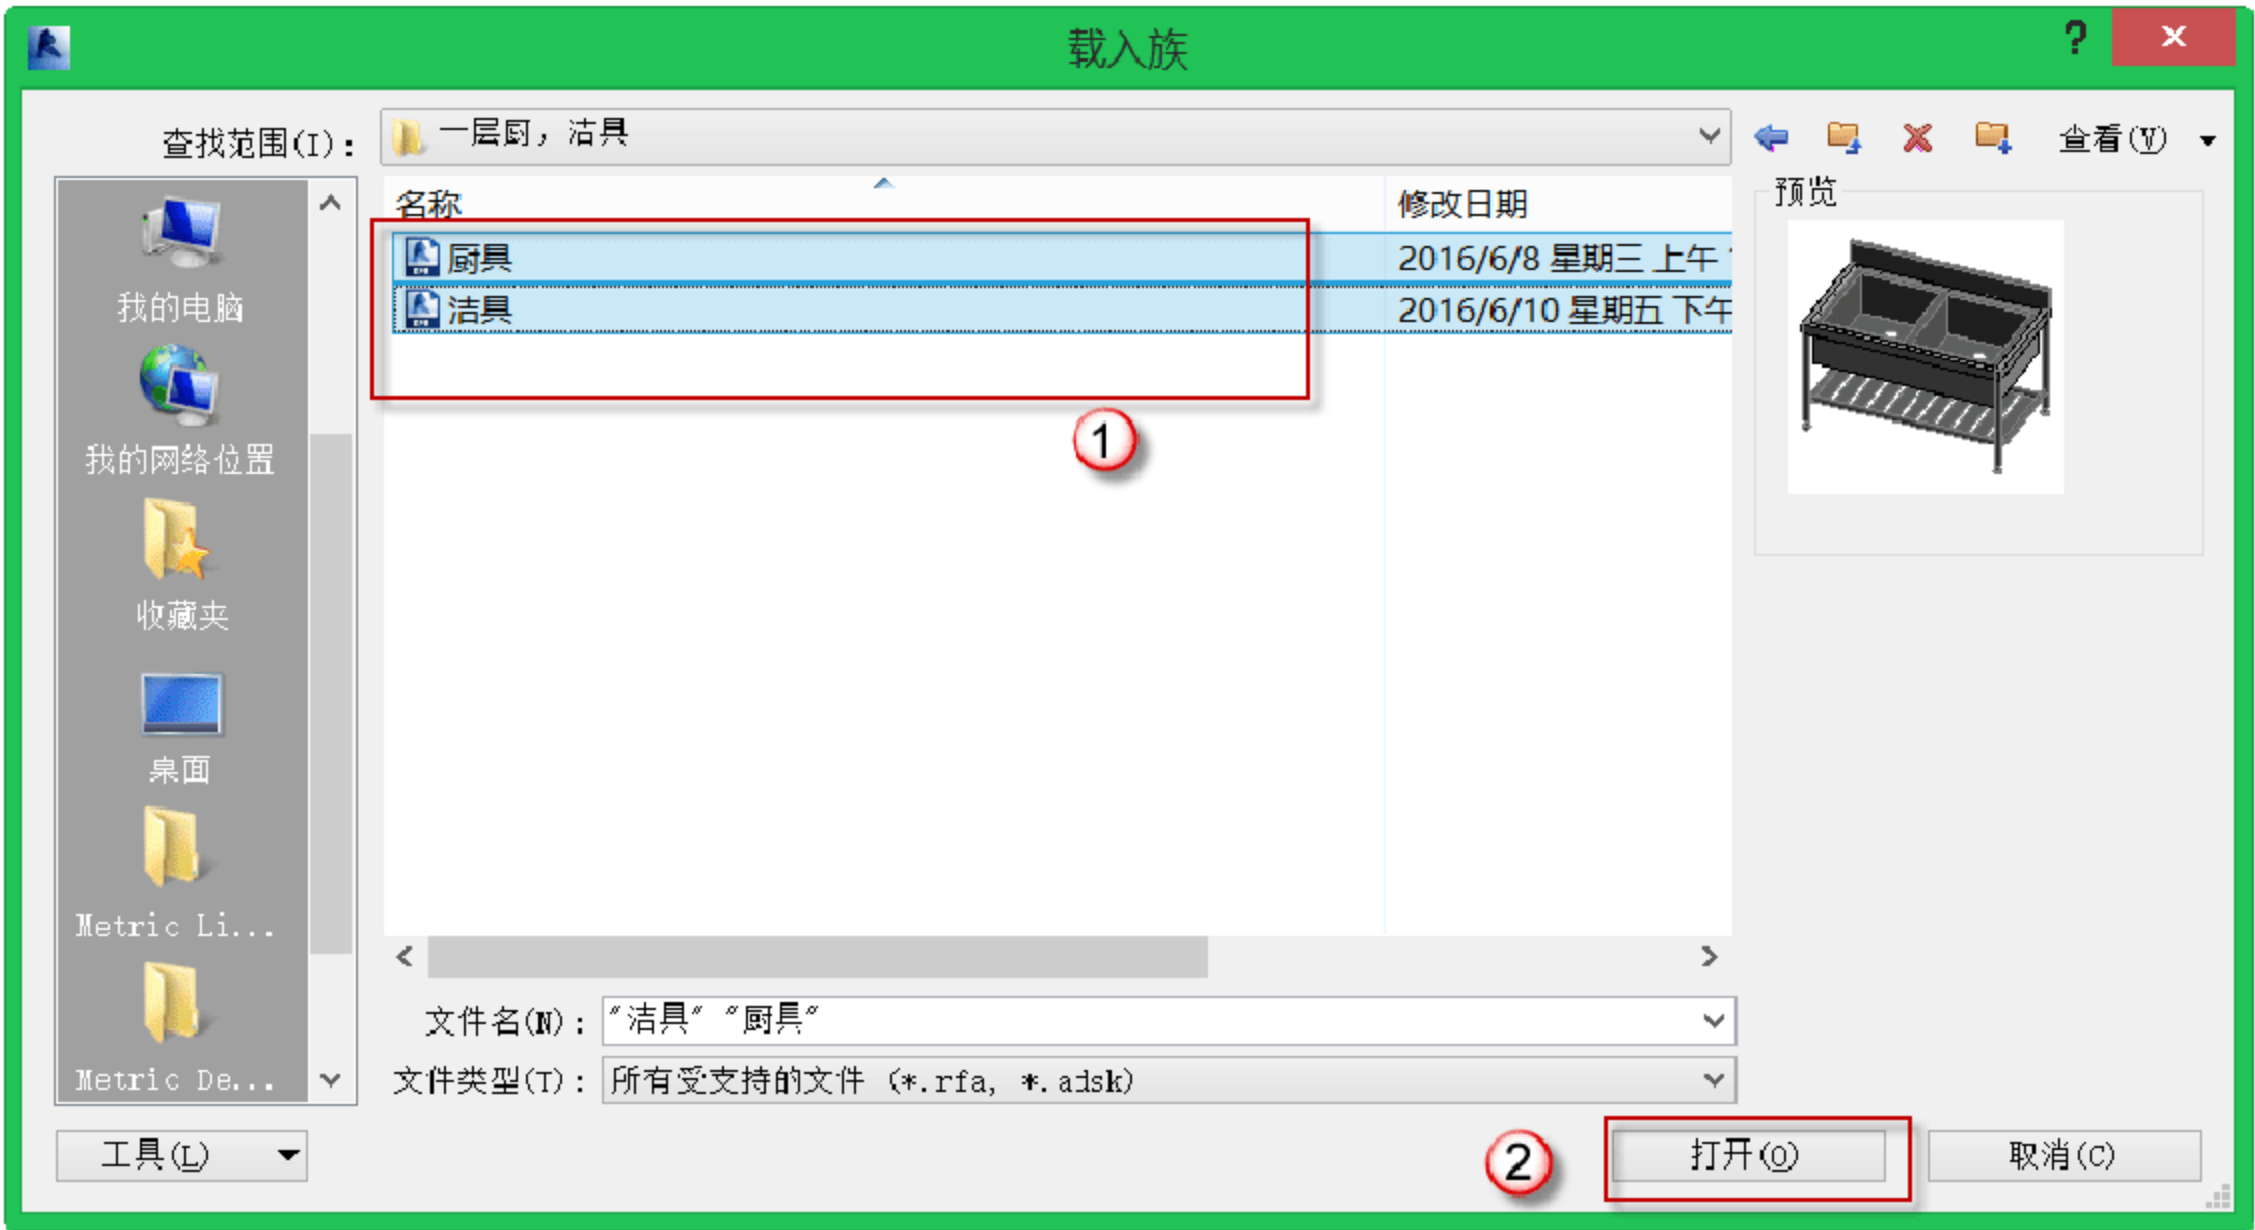

图 10.4.59 载入一层的厨、洁具族
(1) 载入一层的厨、洁具族。单击“插入”→“载入族”命令，找到对应的“一层厨、洁具族”文件位置，按快捷键 Ctrl++，选中所有的“厨、洁具族”，单击“打开”按钮，如图 10.4.59 所示。